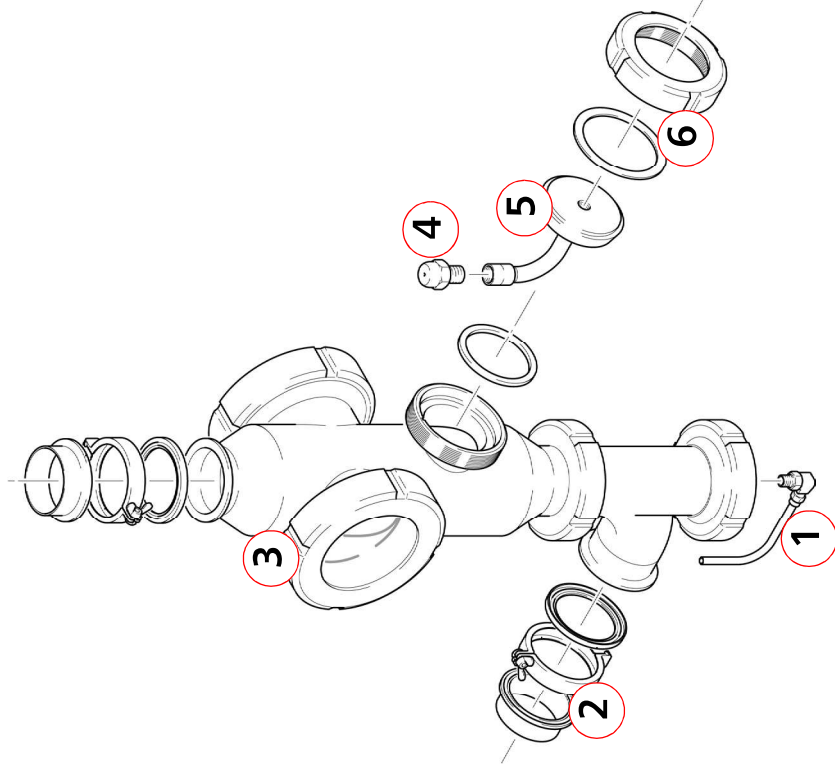

Bild 6-12
- Heizung Wasserstoffperoxid-Zerstäubung ausbauen (**Bild 6-12**) und auf Rückstände kontrollieren (insbesondere im Verwirbelungseinsatz). Ggf. reinigen. Verwirbelungseinsatz bei starker Verschmutzung austauschen. Dichtungen der Heizung kontrollieren und ggf. austauschen